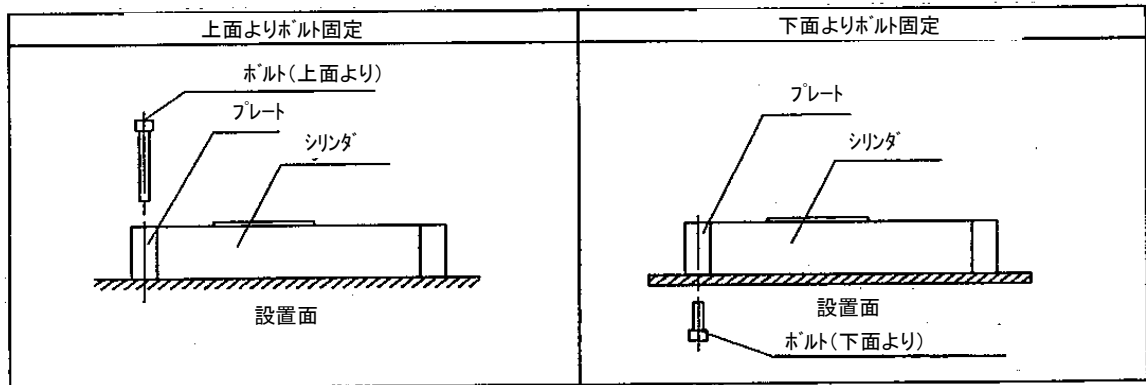

図2. 取付ボルト使用方法
- ③シリンダ取付けにおけるボルト使用法は、2通りの方法が任意可能です。装置仕様に合わせご使用ください。(図2参照)